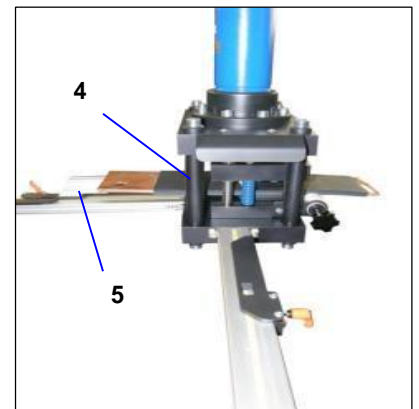

Рис. 5
- Вставте оброблювану гнучку шину у робочу зону [4] до упору на тримачі [5] на потрібну довжину (рис. 5).
- c) Вставте гнучку шину у робочу зону [4] до упору на тримачі [5] на потрібну довжину (рис. 5).